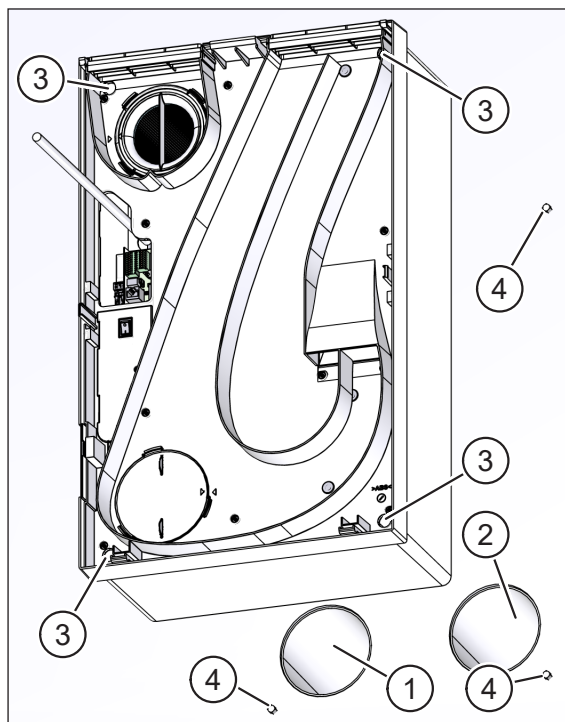

Fig. 35: Montarea aparatului de ventilație – montaj aparent pe perete
- ▶ Montați aparatul de ventilație în așa fel încât racordurile pentru aer să fie aliniate cu țeava de aer din exterior (elementul 1 în Fig. 35) și cu țeava de evacuare a aerului (elementul 2 în Fig. 35).
- ▶ Utilizați cele patru șuruburi cu cap în cruce 5 x 120 mm (elementul 3 în Fig. 35) pentru a fixa aparatul de ventilație în diblurile (elementul 4 în Fig. 35) de pe perete. Strângeți **ușor** șuruburile folosind o secvență diagonală.